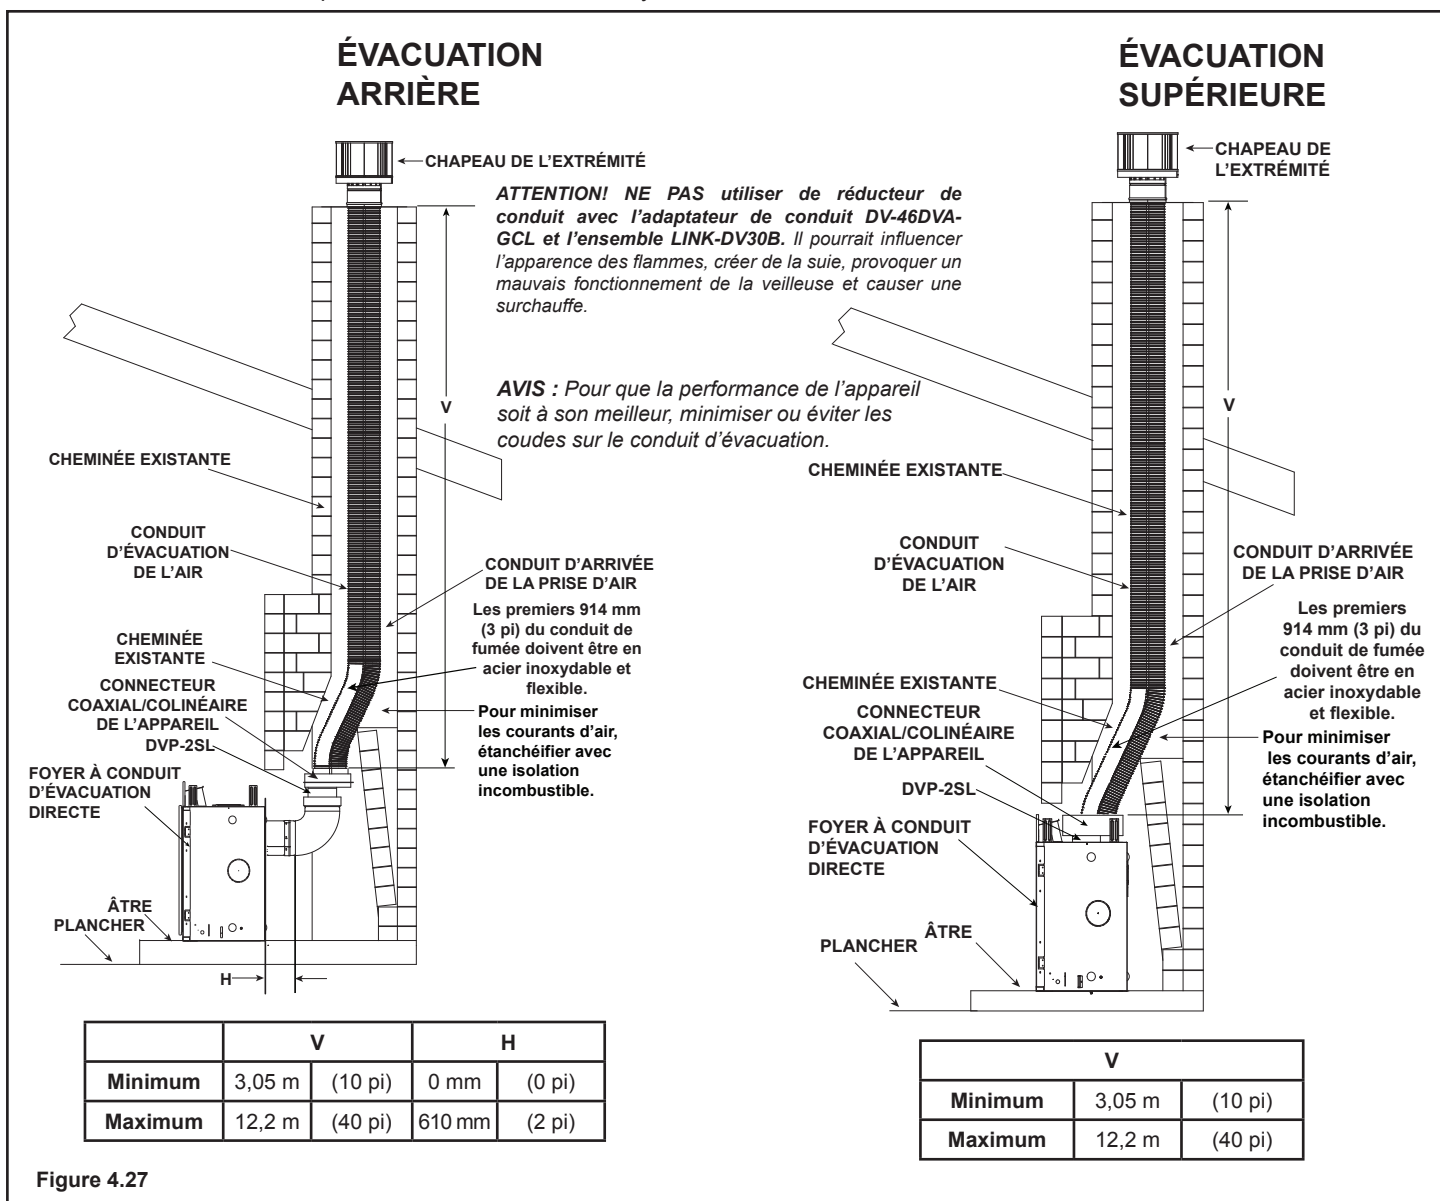

Figure 4.27
- Le cas échéant, enlevez le couvercle du conduit supérieur et l'isolation. Voir la section 6 « Préparation de l'appareil ». Fixez le DVP-2SL au col de départ de 203 mm (8 po). Suivez les instructions d'installation jointes à l'ensemble DVP-2SL. Fixez l'adaptateur DV-46DVA-GCL au col de départ de l'appareil au moyen de vis autotaraudeuses de 89 mm (3-1/2 po). Voir la figure 4.27.
- Le cas échéant, enlevez le couvercle du conduit arrière et l'isolation. Connectez l'adaptateur DVP-2SL à la partie verticale du coude. Suivez les instructions d'installation jointes à l'ensemble DVP-2SL. Fixez l'adaptateur DV-46DVA-GCL au DVP-2SL au moyen de vis autotaraudeuses de 89 mm (3-1/2 po). Voir la figure 4.27.